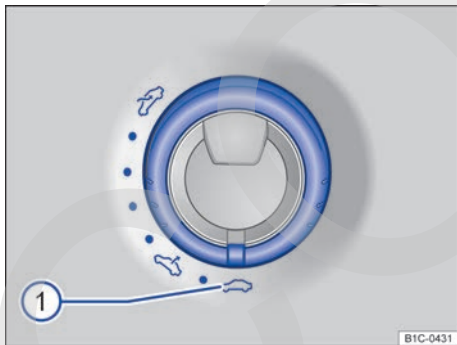
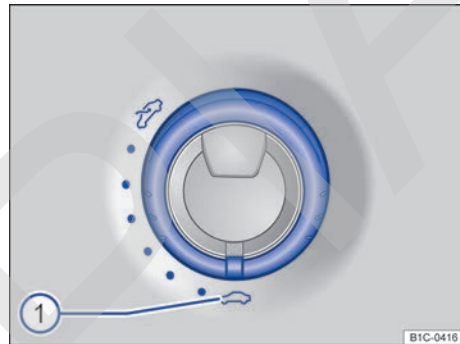

Fig. 33 En el revestimiento interior del techo: mando del techo de cristal (variante 1).
Fig. 34 En el revestimiento interior del techo: mando del techo de cristal (variante 2).
- Gire el mando a la posición → fig. 33 ① o → fig. 34 ① "cerrado".